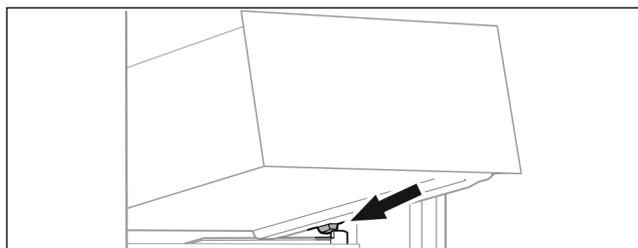

Fig. 100
- ▶ Placer le tiroir, en l'inclinant, derrière les butées sur la nervure de récipient. (voir Fig. 100)